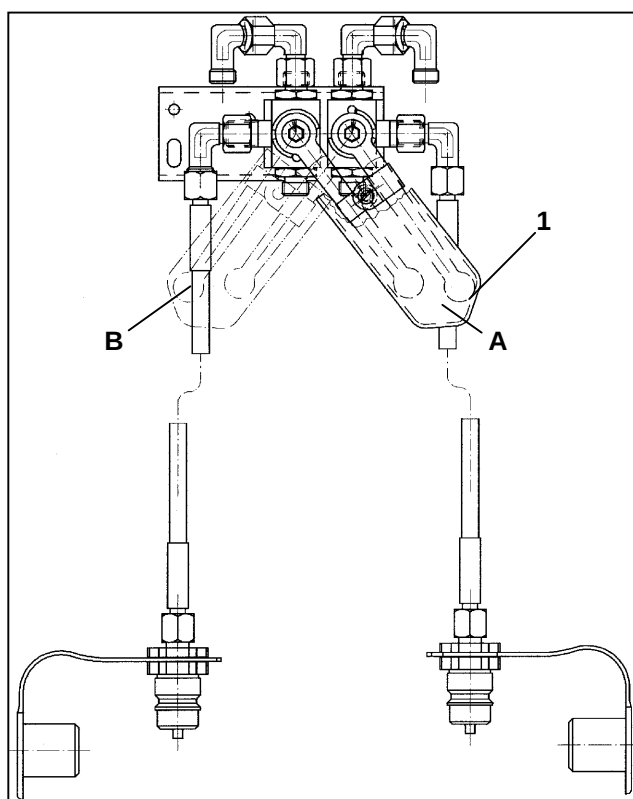

Bild 8.5
- Placera väljarspaken i pos. B (bild 8.5) och fäll in den vänstra rampsektionen – genom att påverka manöverventilen på traktorn.
- Placera väljarspaken i pos. A (bild 8.5) och fäll in den högra rampsektionen – genom att påverka manöverventilen på traktorn.